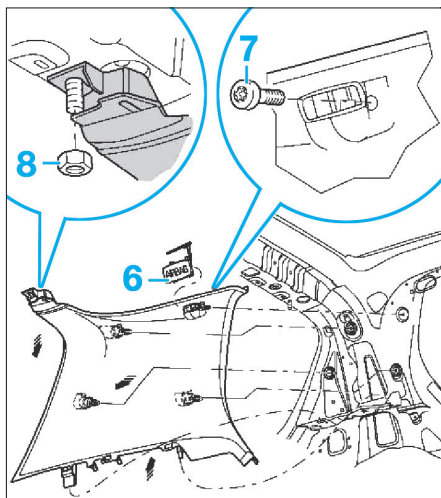

Fig. 51
- le cache avec l'inscription "airbag" (6) et dévisser la vis (7) (Fig.51),
- Déposer l'écrou (8) et retirer le revêtement selon les flèches,